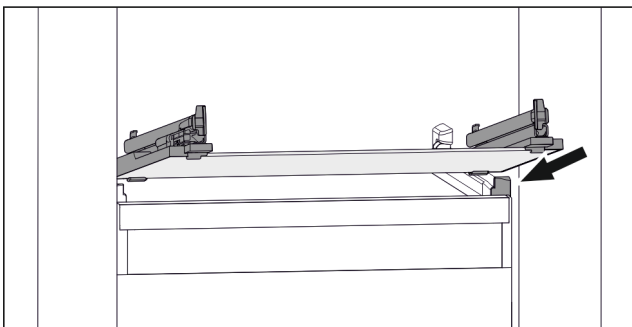

Fig. 98 Beispielhafte Darstellung der Glasplatte
- ▶ Glasplatte schräg hinter den Stopperrn aufsetzen. (siehe Fig. 98)